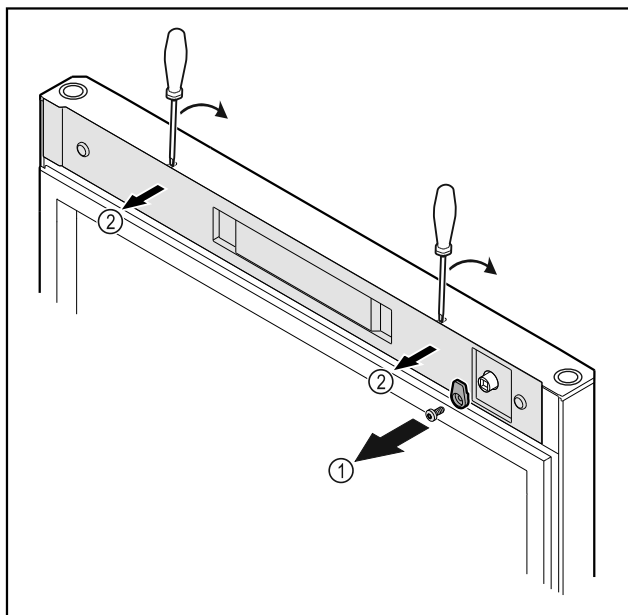

Fig. 18
- Открутите запорный крючок Fig. 18 (1).
- С помощью небольшой отвертки освободите крышку Fig. 18 (2) от фиксации и снимите ее.